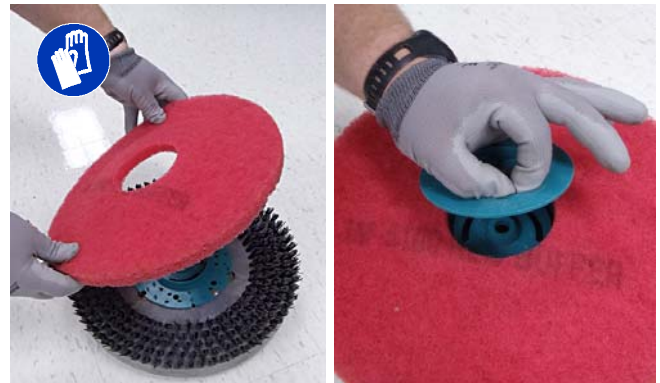

ABB. 9
- Befestigen Sie die Polierscheibe an dem Polierscheibenantrieb, bevor Sie den Antrieb installieren. Sichern Sie die Scheibe mit dem Verschlussring (Abbildung 9).